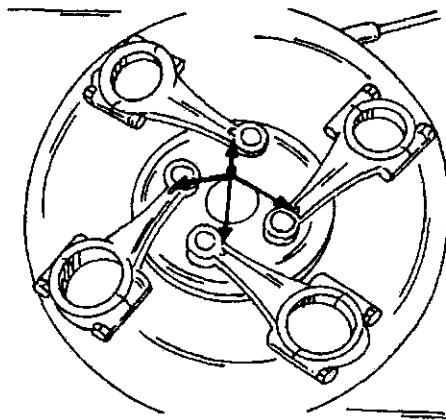

Рис. 125. Разогрев шатунов перед сборкой поршней и шатунов. Положить на электроплитку только концы (стрелки).
- Положить шатуны на электроплитку. Для этого разложить отверстия шатунов на плитке в виде звезды (Рис. 125). Подложить что-нибудь под основание каждого шатуна, чтобы шатуны располагались горизонтально. Постоянно контролировать температуру с помощью плавкого стержня, когда она достигнет значения 230оС. Крышки шатунных подшипников должны наворачиваться так, чтобы между поверхностями наложения шатуна и крышкой шатунного подшипника оставался просвет 1,0 мм.